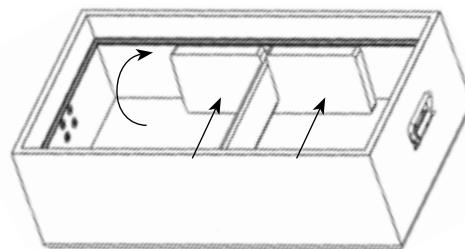

Fig. 23
3. Una volta che il taglio presente nel distanziatore in schiuma sia centrato sotto la doga in legno, ruotare il distanziatore di 90 gradi e spingere contro il lato del legno (fig. 23).